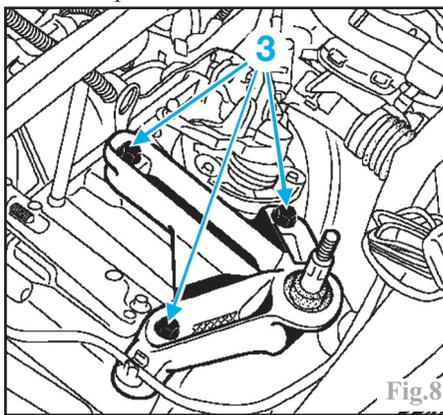

Fig.8
- le support de boîte de vitesses (3) sur la boîte (Fig.8).